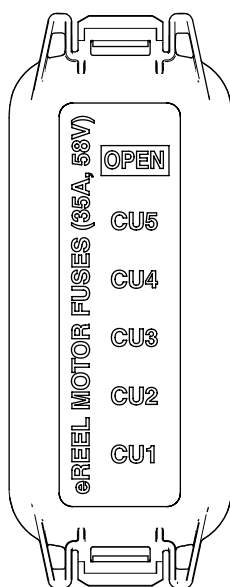

Figure 106
2. Déverrouillez le socle du siège, basculez-le sur le côté et soutenez-la avec les béquilles (Figure 106).